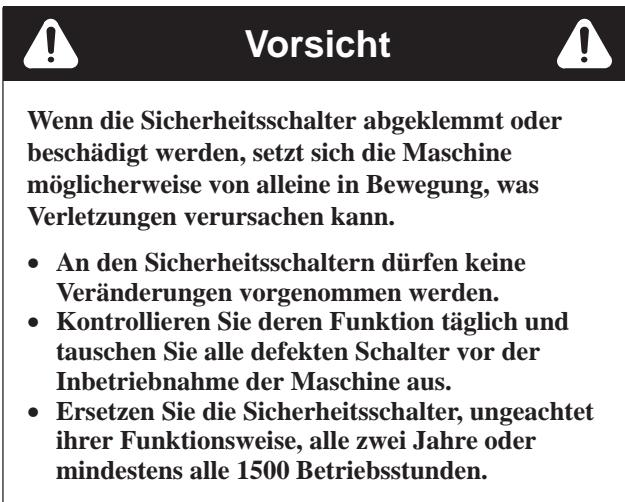

**Bild 18**
3. Öffnen Sie die Entlüftungsschraube an der Einspritzpumpe (Bild 18).